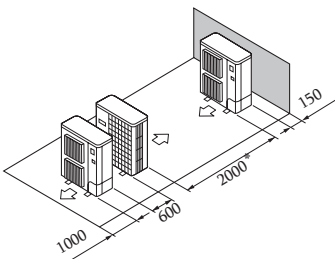

Fig. 2-13
- ⑤ Բլոկների դասավորությունը գուցահետ շարքերով (Fig. 2-13)